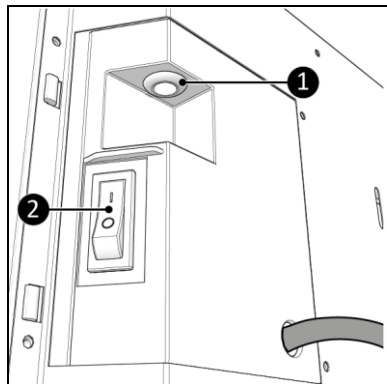

Figure 16
1. Assurez-vous que le commutateur ON/OFF est en position OFF (figure 16, pos. 2).
2. Branchez le connecteur du capteur de température sur la prise du capteur (figure 16, pos. 1).